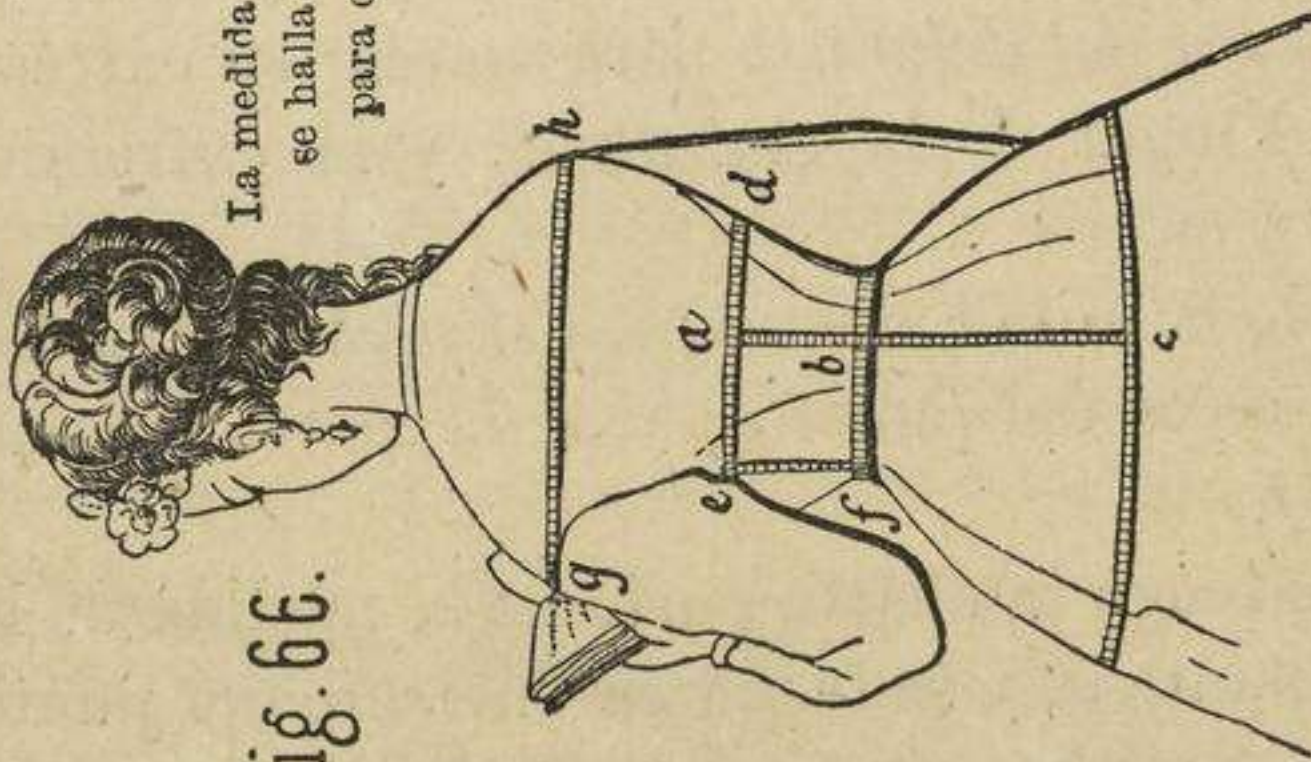

Fig. 66.
*Altura de costado.*— Se toma desde el sobaco *e* hasta la cadera *f*. (Véase la fig. 66.)